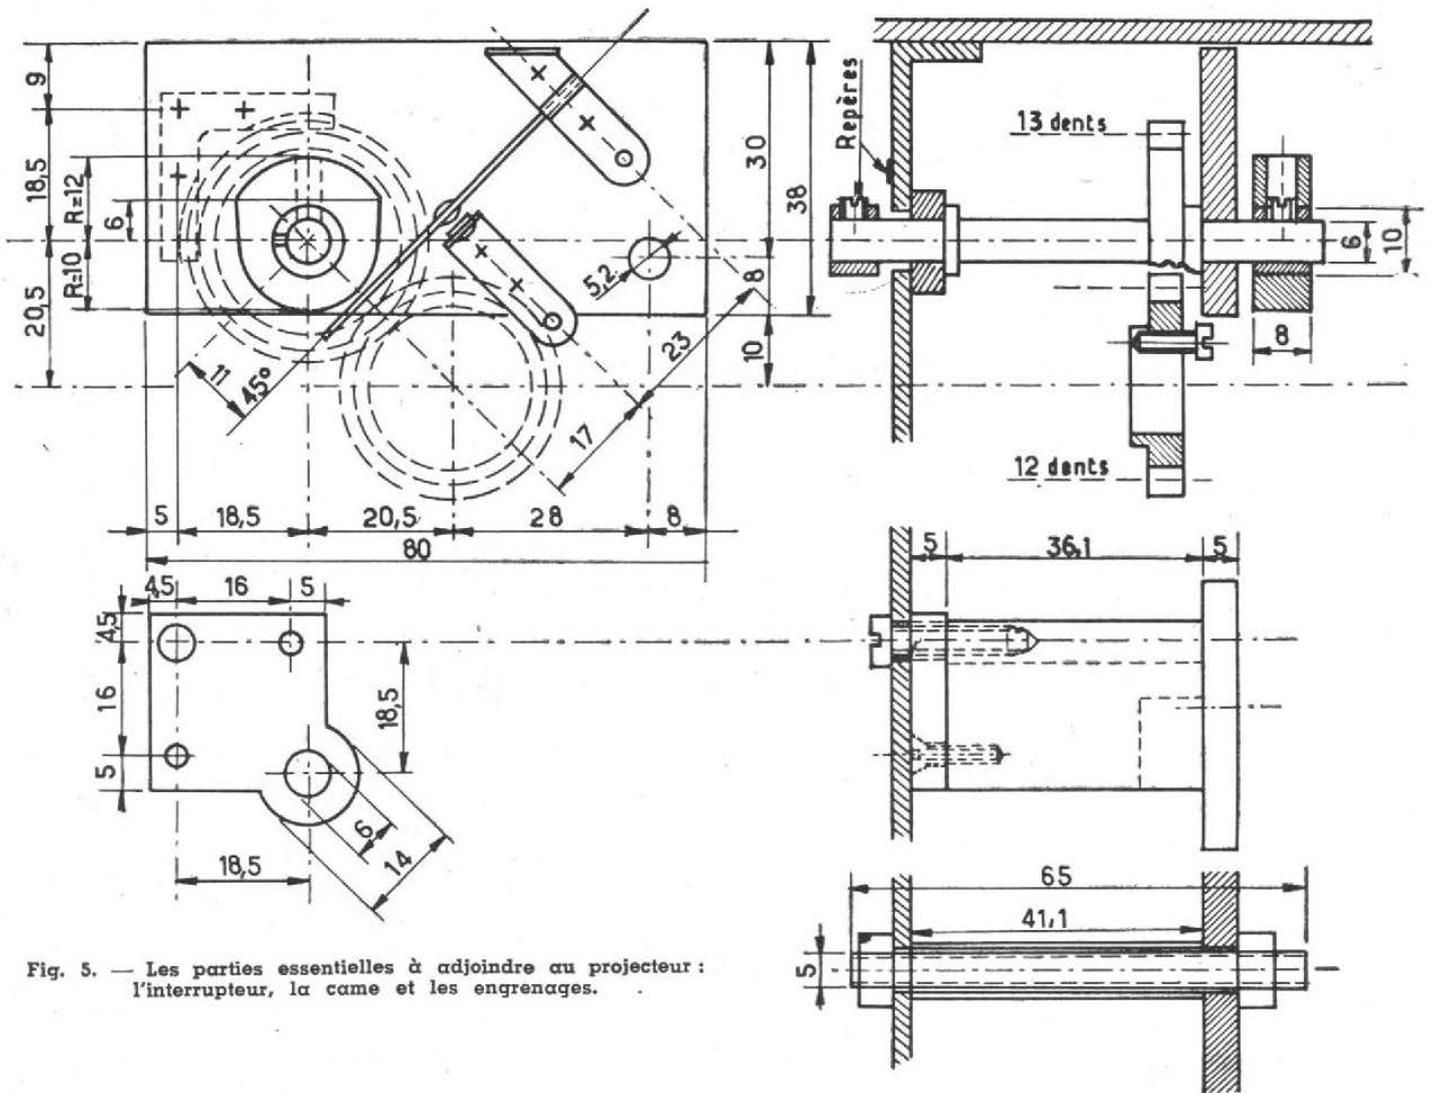
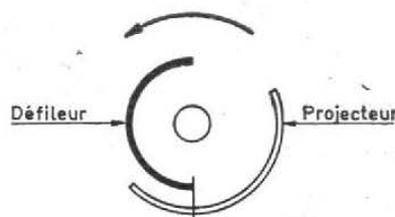
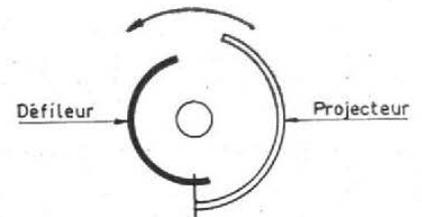
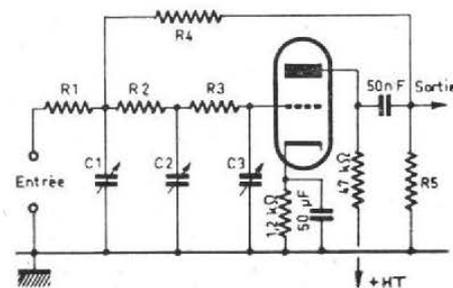

Fig. 5. — Les parties essentielles à adjoindre au projecteur : l'interrupteur, la came et les engrenages.
Fig. 7. — Positions relatives des zones de contact au début de l'impulsion.
Fig. 8. — Positions relatives des zones de contact à la fin de l'impulsion.
Fig. 6. — Circuit de base du filtre passe-bas à fréquence de coupure réglable. Pente d'atténuation 18 dB/octave.
La partie importante est évidemment la came du projecteur et sa commande. La figure 5 montre notre réalisation. La figure 4 détaille les engrenages. A première impression, on se demande pourquoi il faut un engrenage de 12 dents, calé sur l'axe du défileur supérieur du projecteur et un autre de 13 dents sur l'axe duquel est fixée la came. C'est simplement une question de cadence de projection :
La came du projecteur ferme le circuit pendant les 6/13 du temps, ce qui correspond à 165° environ. Ceci pour éviter les recouvrements éventuels (côté avant de la came du projecteur avec côté arrière de la came du défileur, dans le sens de la rotation), et augmenter la stabilité de fonctionnement. La position de la came au départ est très importante pour l'accrochage du projecteur. La figure 6 montre les positions relatives des zones correspondant à la fermeture du circuit : retard d'une dent au défileur (1/3 d'image comme déjà dit) et retard de 2 images pour la came du projecteur. Ajoutons de suite que ces positions initiales de départ n'ont rien à voir avec celles qui se créent automatiquement pendant le fonctionnement. Pendant la projection, les zones de contact électrique ont les positions relatives de la figure 7 au début d'une impulsion et les positions relatives de la figure 8 à la fin de l'impulsion. En somme, dans ce mode de synchronisation, la remise à l'heure du projecteur s'opère toutes les 13 images et tout se passe comme si le projecteur paresseux recevait à intervalles réguliers une poussée du magnétophone
Pour le projecteur, la première image devant un point fixe. Si ce point fixe est la fenêtre, le repère vaut pour tout autre projecteur synchronisé par ce système. En outre, repère sur le volant moleté de commande à main correspondant à l'instant où la griffe vient de quitter l'image (ceci pour faciliter le départ, car le couple est alors plus faible), et surtout repère de l'arbre portant la came et situant cette dernière selon figure 6, c'est-à-dire avec 2 images de retard pour l'établissement du contact électrique (fig. 5 en haut à droite REPÈRES).
Fig. 6. — Positions relatives des zones de contact au départ. En respectant les valeurs du schéma, le projecteur s'accroche très facilement dans la synchronisation.
Avec le calage de cames donné figure 6 et en respectant les 5 repères, le projecteur s'accroche très facilement dans la synchronisation 1,5 seconde après la mise sous tension, et reste indéfiniment accroché grâce aux impulsions qui se répètent tous les 8/10 de seconde environ (13 images). De par le principe même, la vitesse du projecteur varie constamment, mais cette variation est absolument imperceptible car elle est extrêmement faible. Évalués au stroboscope, les écarts de position du film n'excèdent pas 1/6 d'image, ce qui correspond à 1/100 de seconde. Lors de notre premier essai, nous avons monté, à la fin d'un film de 15 minutes, 2 personnes battant la mesure avec le pied. Vers la fin de la projection, nous n'avons pu retenir l'exclamation « c'est merveilleux » en entendant la première syllabe de la chanson correspondre exactement à la mesure donnée par l'image.
c) Filtre passe-bas (18 dB/octave) à frontière variable. — Le schéma de principe est celui de la figure 6. L'ensemble des trois résistances R_1, R_2, R_3 associées aux trois condensateurs C_1, C_2, C_3 forme à lui seul un filtre à trois cellules dont la pente d'atténuation limitée est bien de 18 dB/octave, mais avec l'inconvénient d'une atténuation très lente au départ. En insérant ce filtre dans une chaîne de contre-réaction (avec étage amplificateur), il est possible, en jouant sur le gain et les déphasages entre entrée et sortie de produire des effets comparables à ceux
Fig. 7. — Schéma de principe du préamplificateur LOWTHER Mark I. Le préamplificateur Mark II est sensiblement identique au précédent à l'exception de l'entrée spéciale pour tête de lecture magnétique et du circuit correcteur CCIR.
Caractéristiques techniques des préamplificateurs « Mark I » (fig. 7) et « Mark II » :